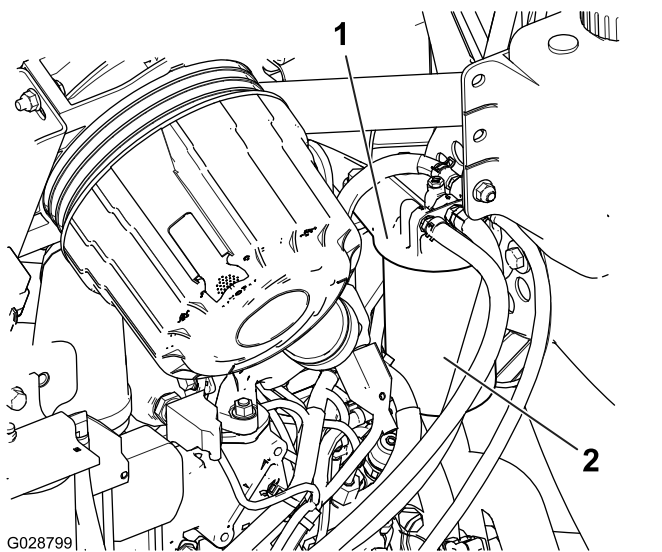

Рисунок 49
1. Очистите поверхность вокруг головки топливного фильтра (Рисунок 49).
2. Снимите фильтр и очистите монтажную поверхность головки фильтра (Рисунок 49).